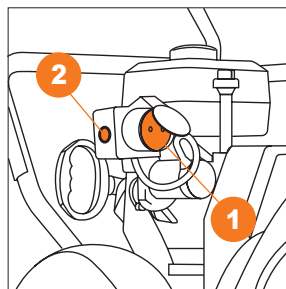

Рис. 17
- Подключите сетевой шнур удлинителя к розетке электрического стартера ① (Рис. 17).
- Нажмите красную кнопку запуска ② на корпусе электрического стартера и удерживайте ее до момента запуска двигателя, но не более 5-ти секунд (Рис. 17).